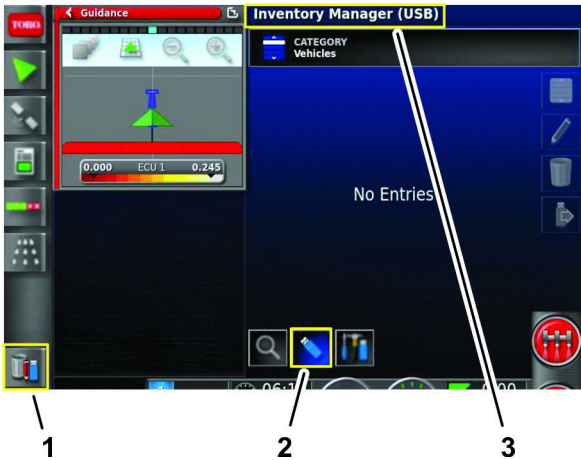

Figura 97
3. Pulse el icono Administrador de inventario (Figura 97).
4. Si el título situado en la parte superior de la pantalla indica Administrador de inventario (USB), pulse el icono Cambiar vista (Figura 97).